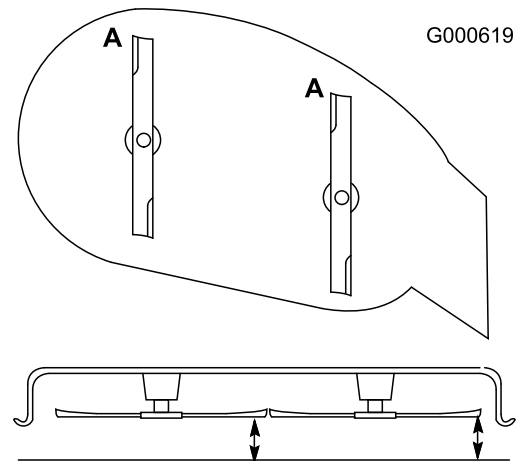

Figure 35
1. Tournez les lames dans le sens longitudinal (Figure 35). Mesurez la distance entre la surface plane et le tranchant (position A) des lames (Figure 35) et notez cette valeur.